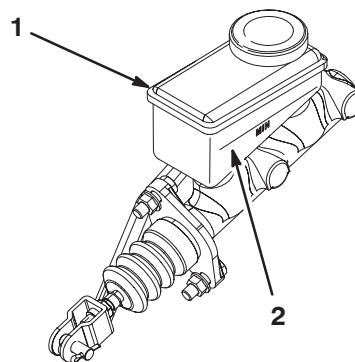

Figure 32
2. Observez le côté du réservoir. Le niveau doit se trouver au-dessus du repère du minimum (Fig. 32). Si le niveau de liquide est bas, nettoyez la surface autour du bouchon, retirez le bouchon et remplissez le réservoir jusqu'au-dessus du repère du minimum. **Ne remplissez pas excessivement.**